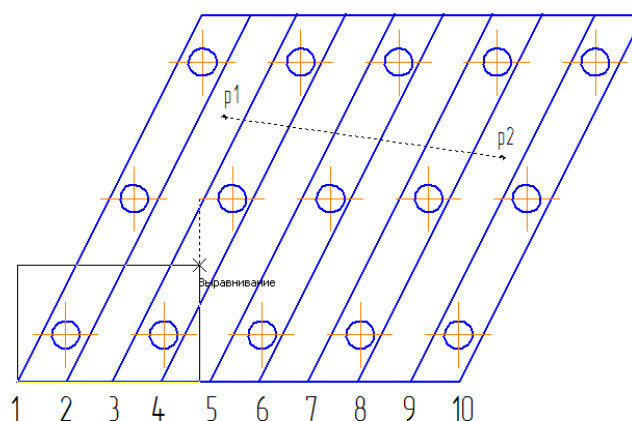

Рис.2
- 3) На запрос системы «Укажите начальную точку прямоугольной рамки» щелкните мышью в точке 1 модели слева и, не отпуская кнопку, переместите курсор вправо по вертикали между точками 4 и 5 таким образом, чтобы в рамке полностью оказались две окружности нижнего ряда (рис.2). Эти окружности выделятся зеленым цветом.